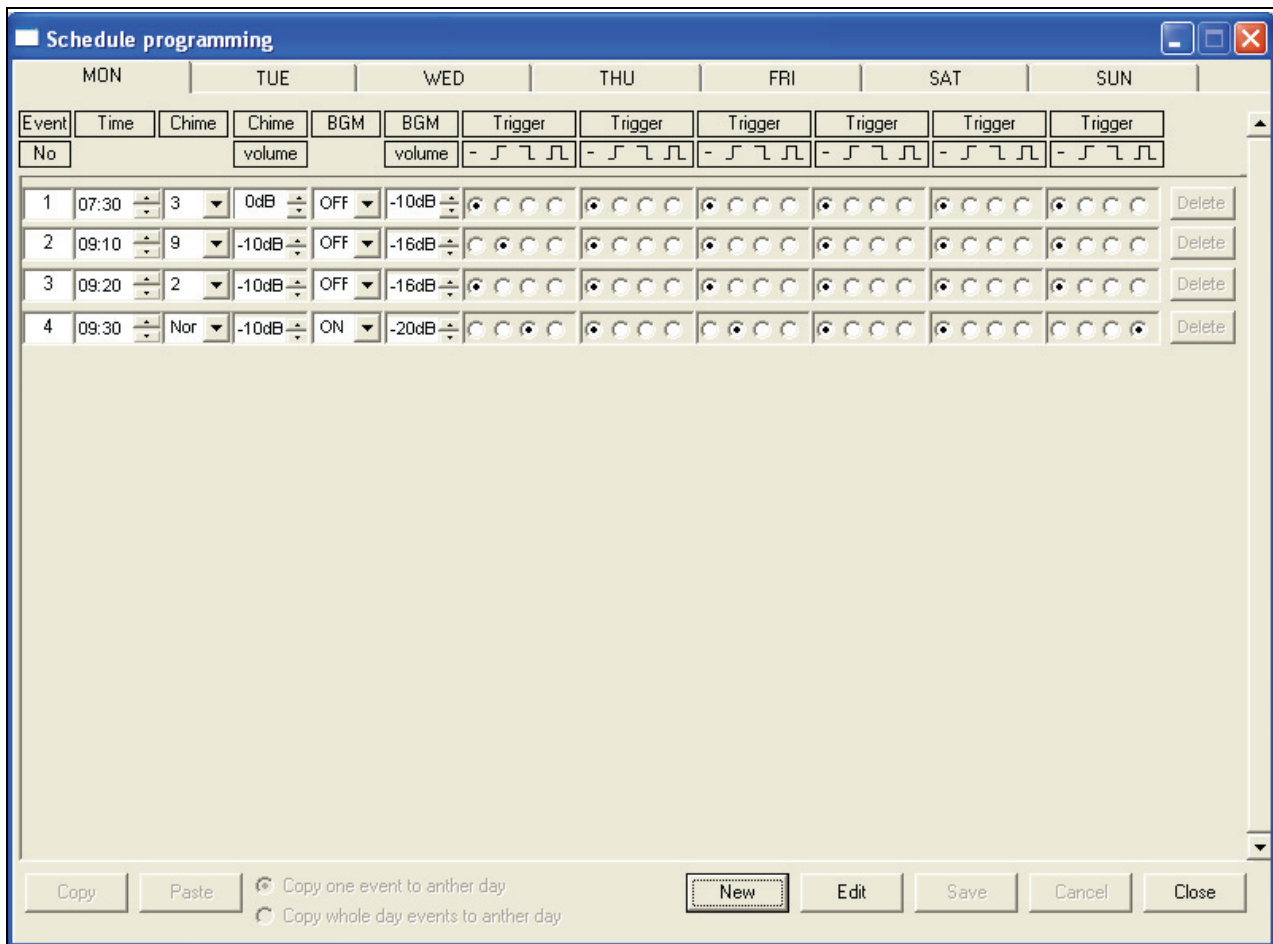

figura 8.15: Ventana Schedule programming
- asignados propiedades individuales, como la hora a la que se produce el evento y el tipo de carrillón o desencadenante necesario (véase figura 8.15).
- 2 Seleccione el archivo de configuración que desea abrir y a continuación haga clic en Open. La configuración se cargará y se mostrará en la ventana Schedule programming (véase figura 8.15).